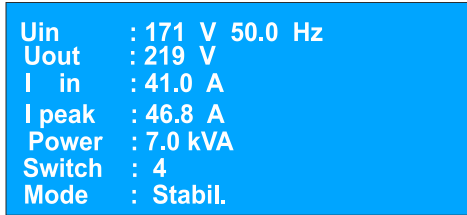

Рисунок 1 - Дисплей
5.4 На дисплеї відображаються (рисунок 1):